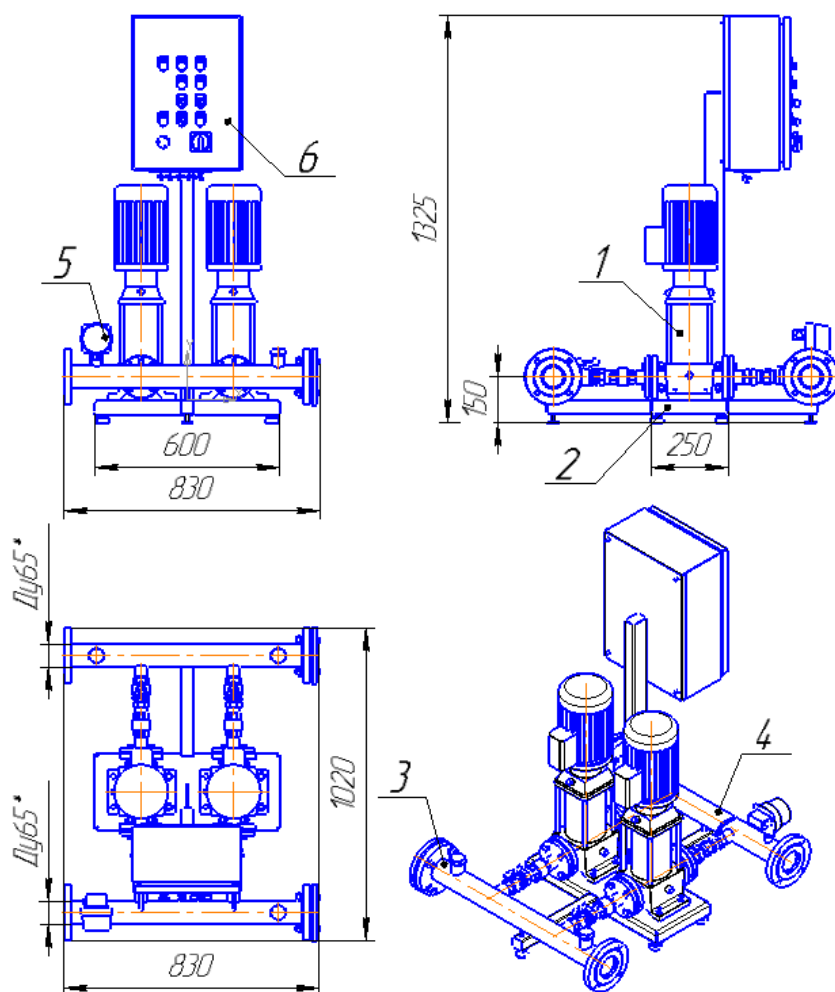

Рис. 1 Внешний вид станции.
3.1 В состав станции (см. рис. 1) входят два основных перекачивающих насоса LVR 5-10 (поз. 1), установленных на основании (поз. 2). Подача перекачиваемой жидкости осуществляется через всасывающий коллектор (поз. 3). Перекачиваемая жидкость через всасывающий коллектор распределяется по насосам и далее, через нагнетательный коллектор (поз. 4) поступает в сеть подачи жидкости потребителям. Контроль давления перекачиваемой жидкости осуществляется с помощью манометра сигнализирующего (поз.5), установленного на нагнетательном коллекторе, который обеспечивает работу схемы управления, смонтированной в корпусе пульты управления (поз.6).